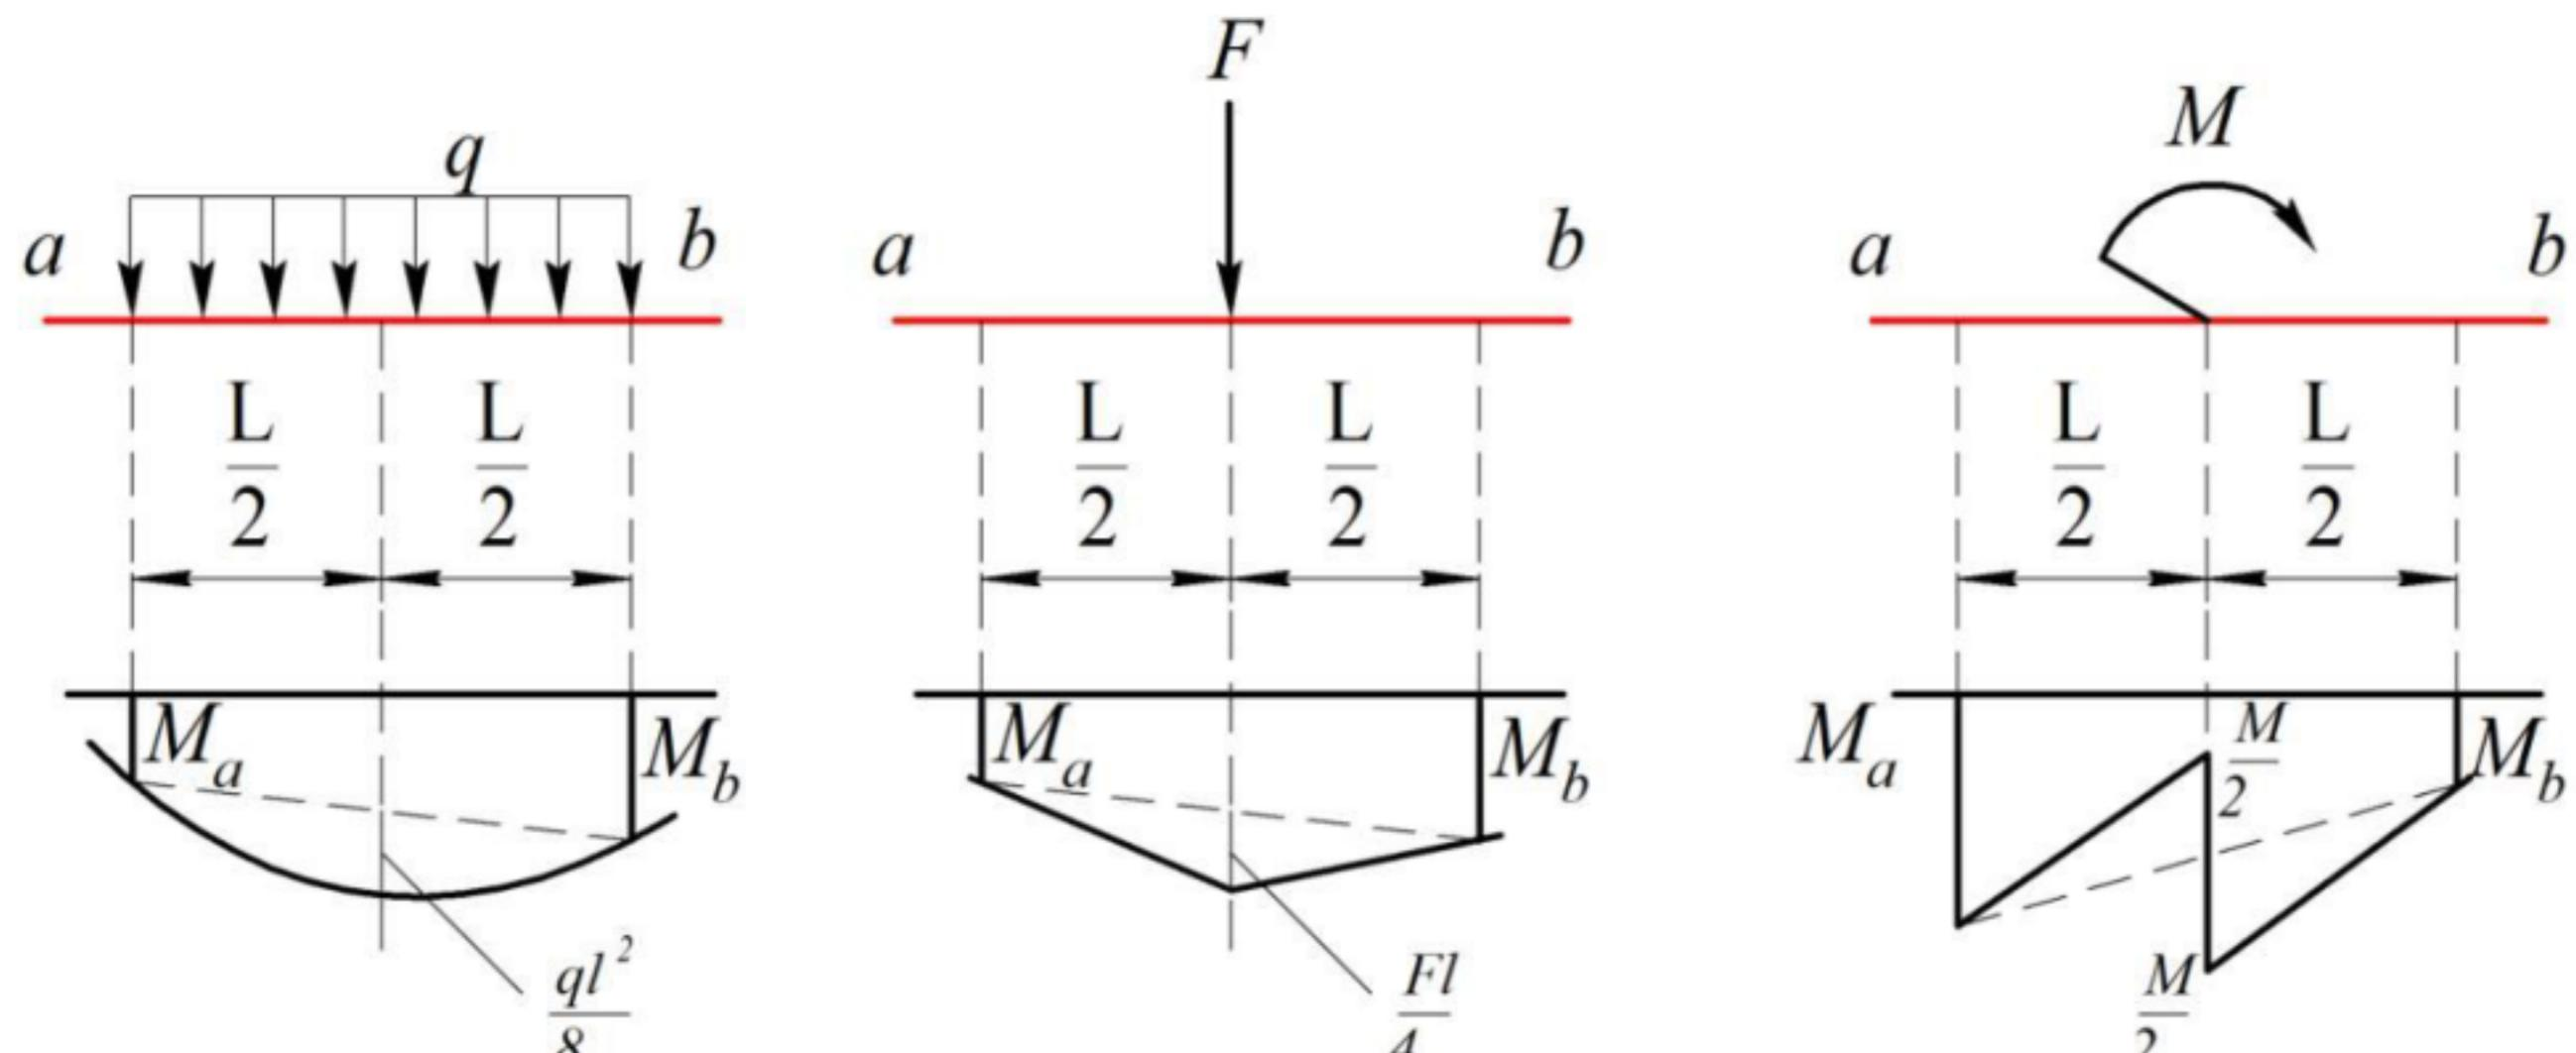

Рисунок 0.3
7. Если на прямолинейном участке балки длиной l , загруженной равномерно распределенной нагрузкой q , сосредоточенной силой F или сосредоточенным моментом m известны две крайние ординаты эпюры моментов, то эпюру M можно построить, подвесив на линию, соединяющую концы ординат, известные балочные эпюры моментов (рис. 0.3)